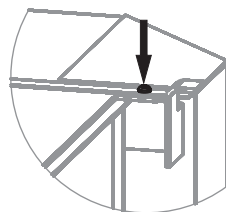

Рисунок 21. Саморезы для демонтажа бака печи «Компакт 2013 Б»
4. Отсоединить бак, открутив 2 самореза (рисунок 21).